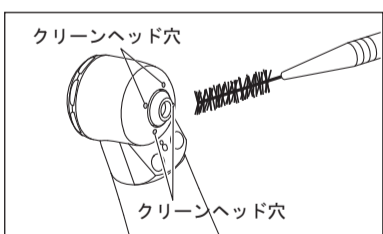

図3
- 6)切削粉などが付着して、上記の方法だけではきれいにならない場合は、付属のブラシを使用して清掃してください。(図3)